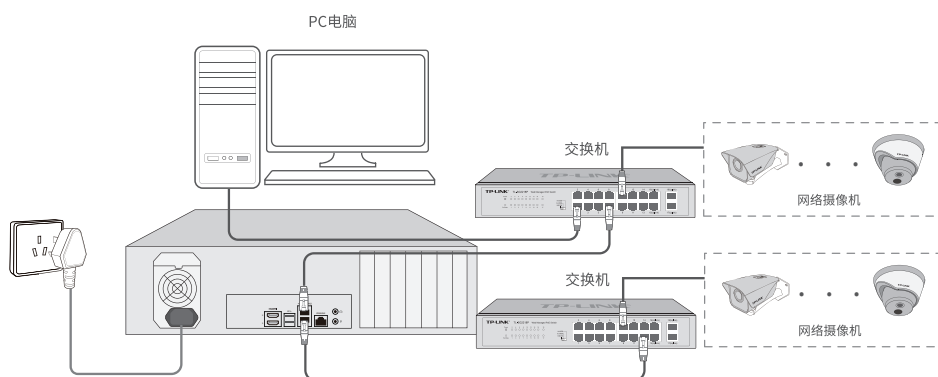

图3-5 NVS多址模式连接示意图
1. 开启多址模式: 依次点击网络设置>>网络连接, 选择“多址设定”工作模式, 点击<保存>即可。连接设备可参考图3-5。